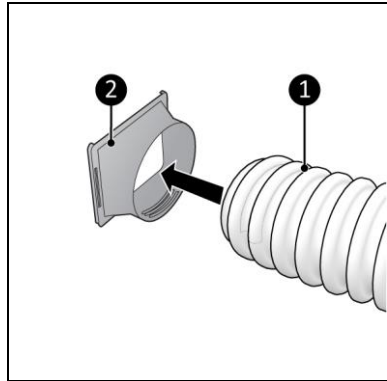

Abbildung 8
1. Verbinden Sie den Schlauchanschluss (Abbildung 8, Pos. 2) mit einem Ende des Heißluft-Auslassschlauchs (Abbildung 8, Pos. 1).